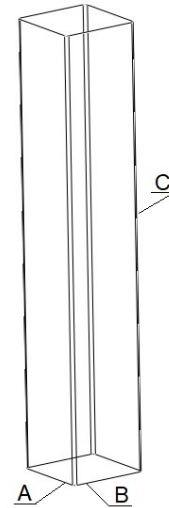

Fig. 1 Schéma de l'Eco piquet SADDAR® PSK et de l'impacteur en bois
- préparez le kit de montage en glissant l'impacteur dans le manchon de l'Eco piquet SADDAR® PSK (fig. 1).